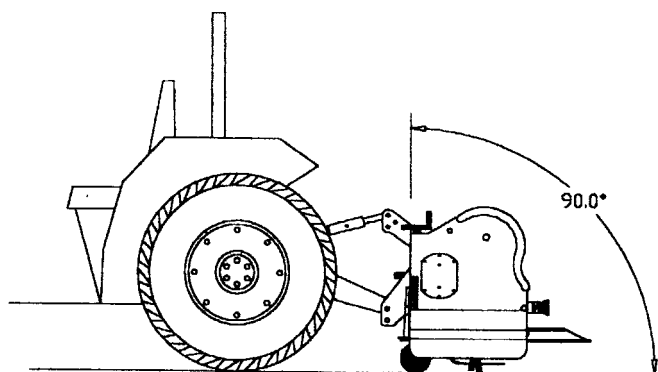

Fig.8
6. Reduzca o aumente la longitud de la cadena superior hasta que la máquina esté en posición vertical (Fig. 8). Utilice la caja de nivelación del tractor de manera que la máquina se eleve uniformemente, visto desde delante o desde atrás.